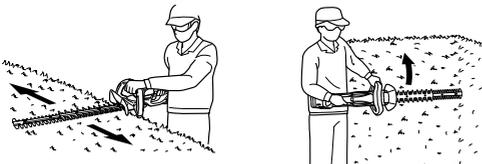

Fig. 11
- Desrame la parte superior de los setos moviendo la herramienta de derecha a izquierda (o de izquierda a derecha) y corte los lados empezando por abajo y luego subiendo. (Fig. 11)